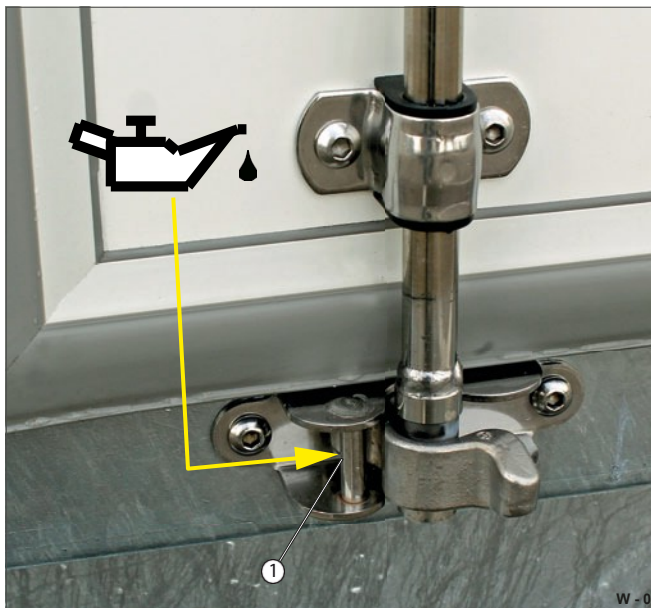

Fig. 5 Smørepunkter
- Smør låseboltene/-kroge (fig. 5/1) med fedt, hvis det er nødvendigt.